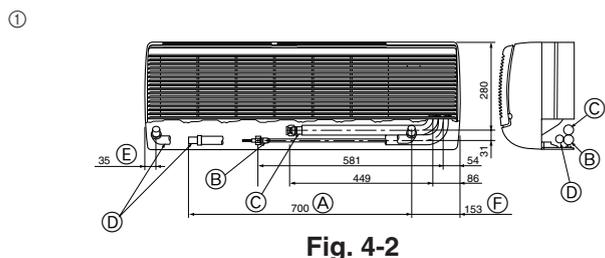

Fig. 4-2
- ① Posizionamento delle tubazioni del refrigerante e di drenaggio (Fig. 4-2)